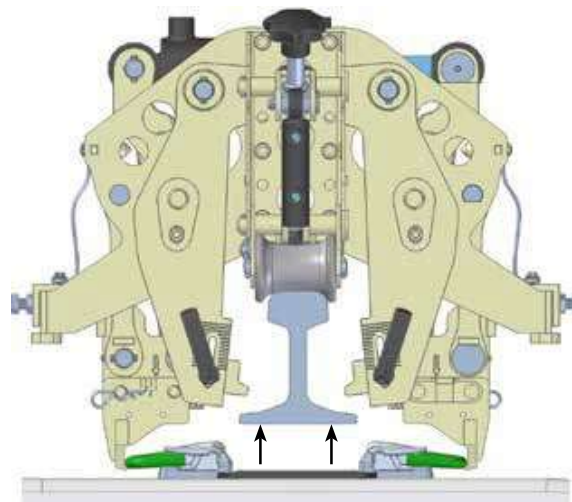

Fig 87.
1. Ouvrez les deux vis de blocage de rotation sur le chariot couissant, figure 87.